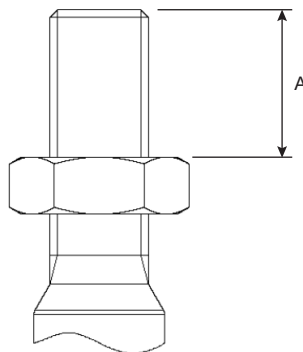

Fig. 4 Aansluiting van de schroefdraad
- Stel de borgmoer van de klepsteel in op de juiste aansluiting van de schroefdraad maat "A" (Fig. 4 en Tabellen 3 - 5) voor de betreffende combinatie van klep en servomotor.